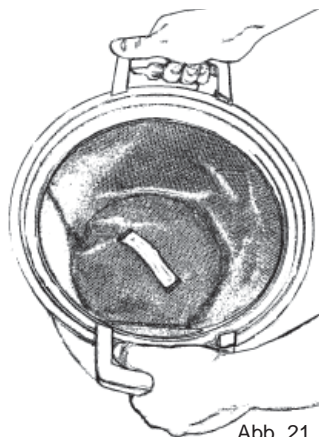

Abb. 21
2. Entfernen Sie den Filter noch nicht aus dem Behälter! Schütteln Sie den Filter stattdessen leicht im Behälter, sodass lockerer Staub vom Filter in den Behälter fallen kann, Abb. 21.
2. Setzen Sie den gewaschenen/ausgeschüttelten Beutelfilter wieder in den Behälter ein. Stellen Sie dabei sicher, dass die Filterunterstützung genau in die Innenkante des Behälters passt. Stellen Sie sicher, dass der Filter richtig herum eingesetzt ist – die Stoffflasche am Filter sollte sichtbar sein, Abb. 21.